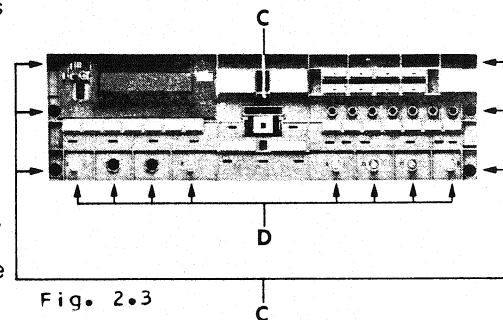

Fig. 2.3
2.5 Démontage du panneau de commande (fig. 2.3 et 2.4)